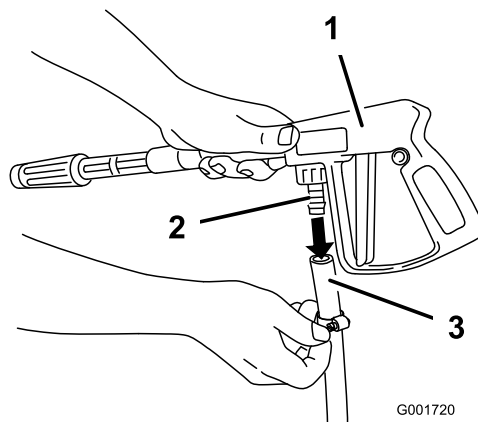

図 11
1. ホース（長）のもう一端をスプレー・ガンのフィッティングにつなぐ（図 11）。